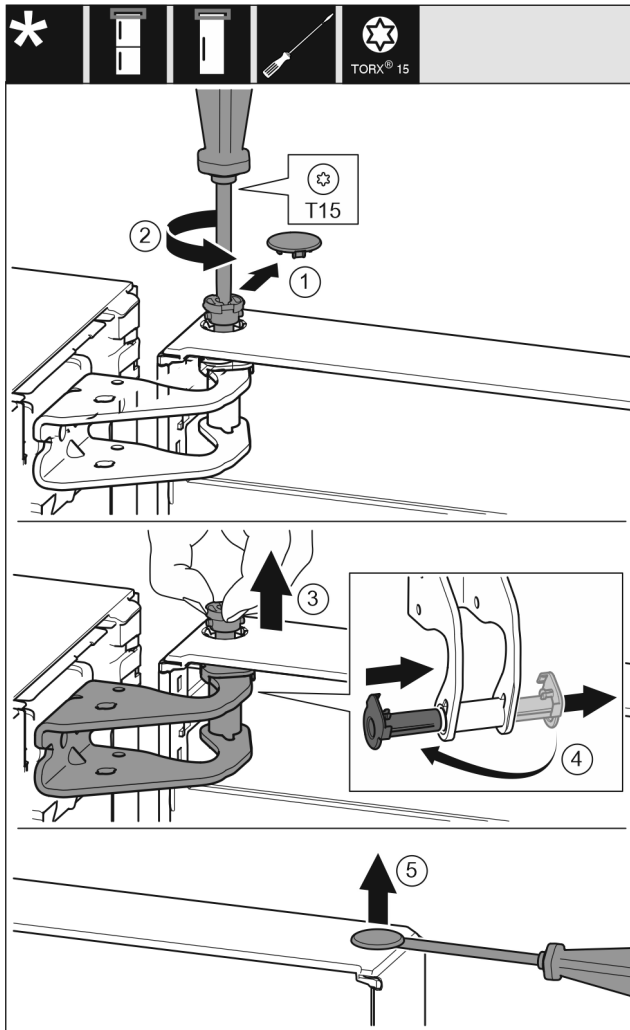

Fig. 12
- ▶ Обережно зніміть запобіжну кришку. Fig. 12 (1)
- ▶ Трохи викрутіть гвинт за допомогою викрутки T15. Fig. 12 (2)
- ▶ Притримуйте дверцята і витягніть палець руками. Fig. 12 (3)
- ▶ Витягніть із напрямної опорну втулку. Встановіть і зафіксуйте з іншого боку. Fig. 12 (4)
- ▶ За допомогою шлицевої викрутки обережно підійміть пробку із опорного втулка дверцят та витягніть її. Fig. 12 (5)